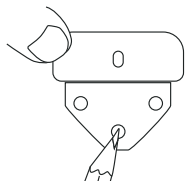

Рис. 5
1. Подберите необходимую высоту подвеса и отметьте на стене требуемое положение кронштейна (рис. 5).